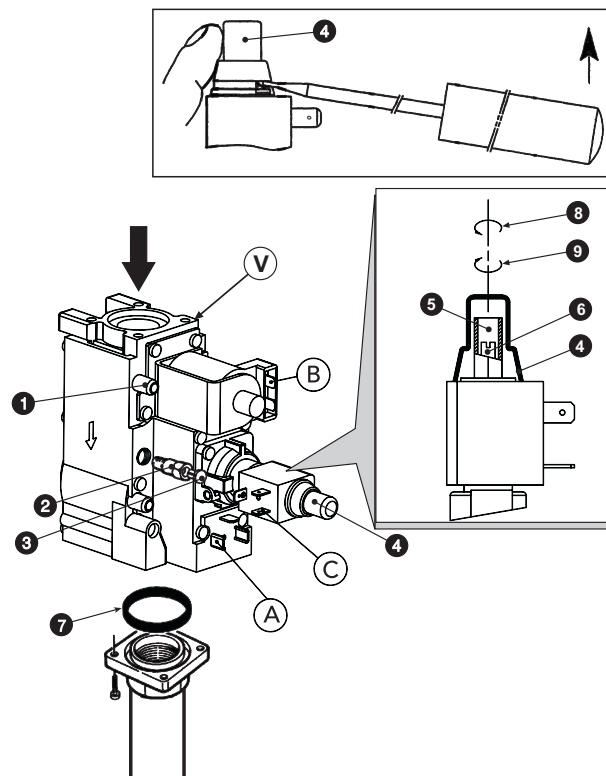

рис. 4 - Перенастройка котла на другой вид газа
Операции регулировки давления должны выполняться при работающем котле с помощью соответствующих регуляторов, установленных на 2-ступенчатых газовых клапанах (см. рис. 4)
3. Снимите **защитный колпачок** регулятора давления 4 на рис. 4.
1. Медленно поверните ручку регулировочного термостата по часовой стрелке до 1-го щелчка; таким образом обеспечивается подача электропитания на клапаны А и В газового клапана (см. рис. 4).
2. Регулируйте давление с помощью винта 5 на рис. 4, используя данные, приведенные в таблице технических данных в пар. 5.3.
1. Поверните ручку термостата регулировки до максимума; таким образом обеспечивается подача электропитания на клапаны А, В и С газового клапана (см. рис. 4).
2. Регулируйте давление с помощью винта 6 на рис. 4, используя данные, приведенные в таблице технических данных в пар. 5.3.
2. Снимите с газового клапана колпачок 3 (рис. 4), установите на клапан регулятор "STEP" зажигания 2, находящийся в комплекте перенастройки, и наденьте на него колпачок 3.
Осуществляется выполнением описанных выше операций, сняв регулятор зажигания "STEP" 2 на рис. 4 с газового клапана и установив колпачок 3 непосредственно на клапан.